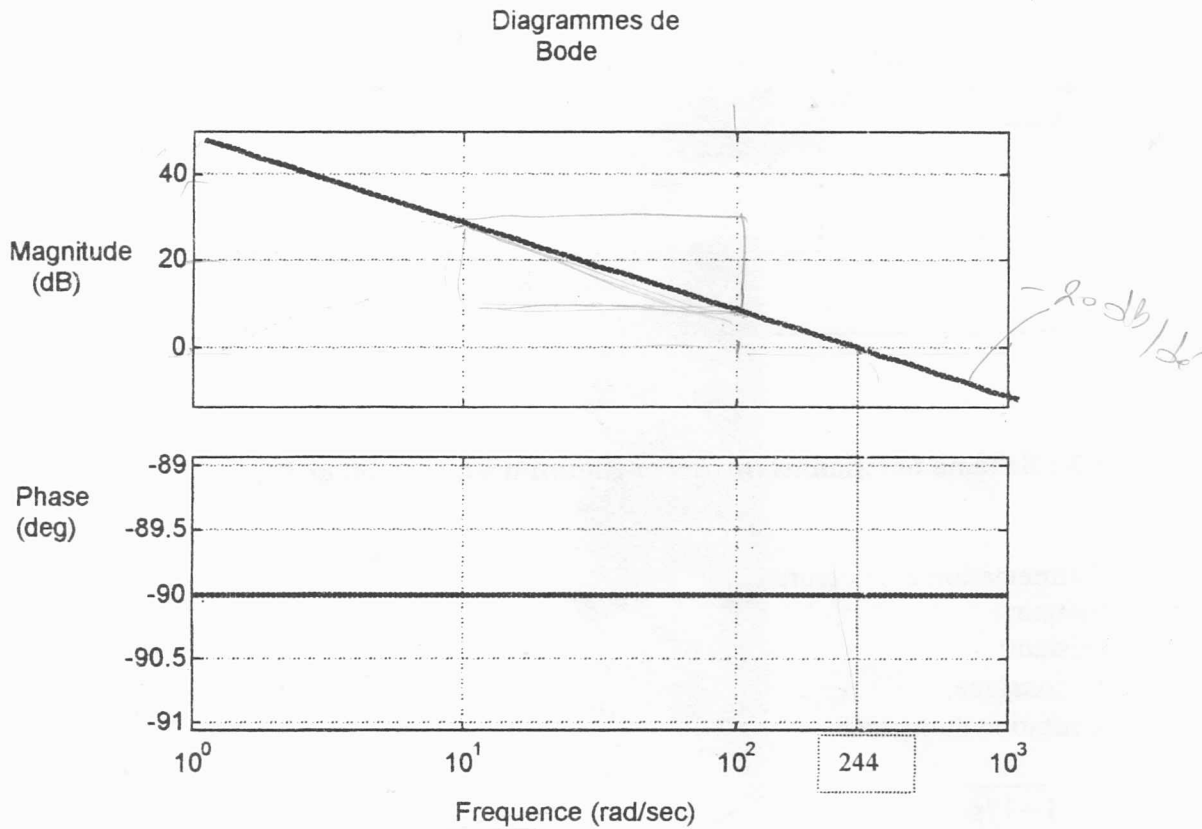

Figure 4 : Diagrammes de Bode du système régulé en boucle ouverte
- a) Le couple résistant étant nul, on donne sur la figure 4 les diagrammes de Bode de la fonction de transfert en boucle ouverte du système régulé.